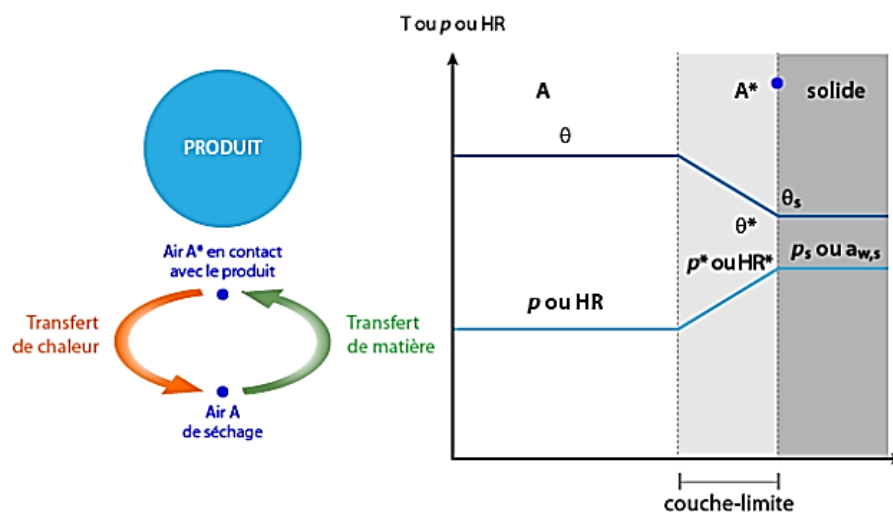

Figure 3 : Transfert entre l'air et la surface du produit
- Un transfert d'eau s'effectue en sens inverse du fait de la pression partielle d'eau entre l'air et la surface du produit (Figure 3)